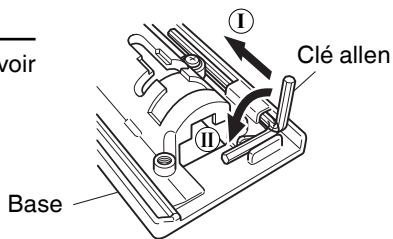

Fig. 15
- Il est possible de ranger la clé allen dans la base (voir Fig. 15).